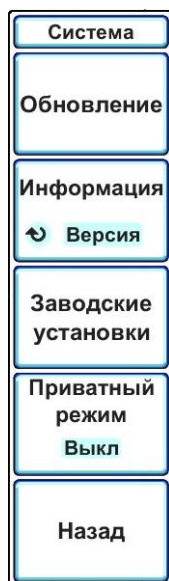

Рисунок 6.35 – Программное меню «Система»
- последовательно нажать программные кнопки «Далее» → «Система», чтобы перейти в подменю «Система» (рисунок 6.35);